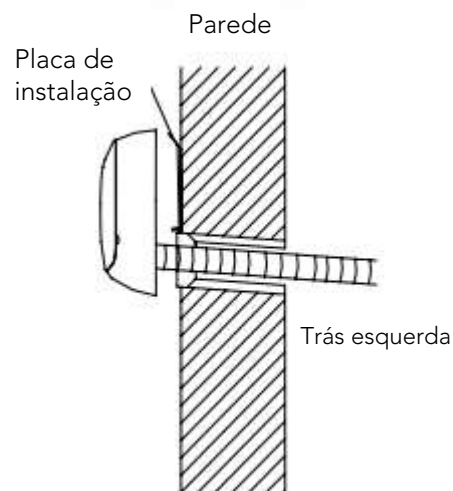

Fig 8
- Monte a unidade interna nos dois ganchos na parte superior da placa de instalação. (Ver Fig.8)